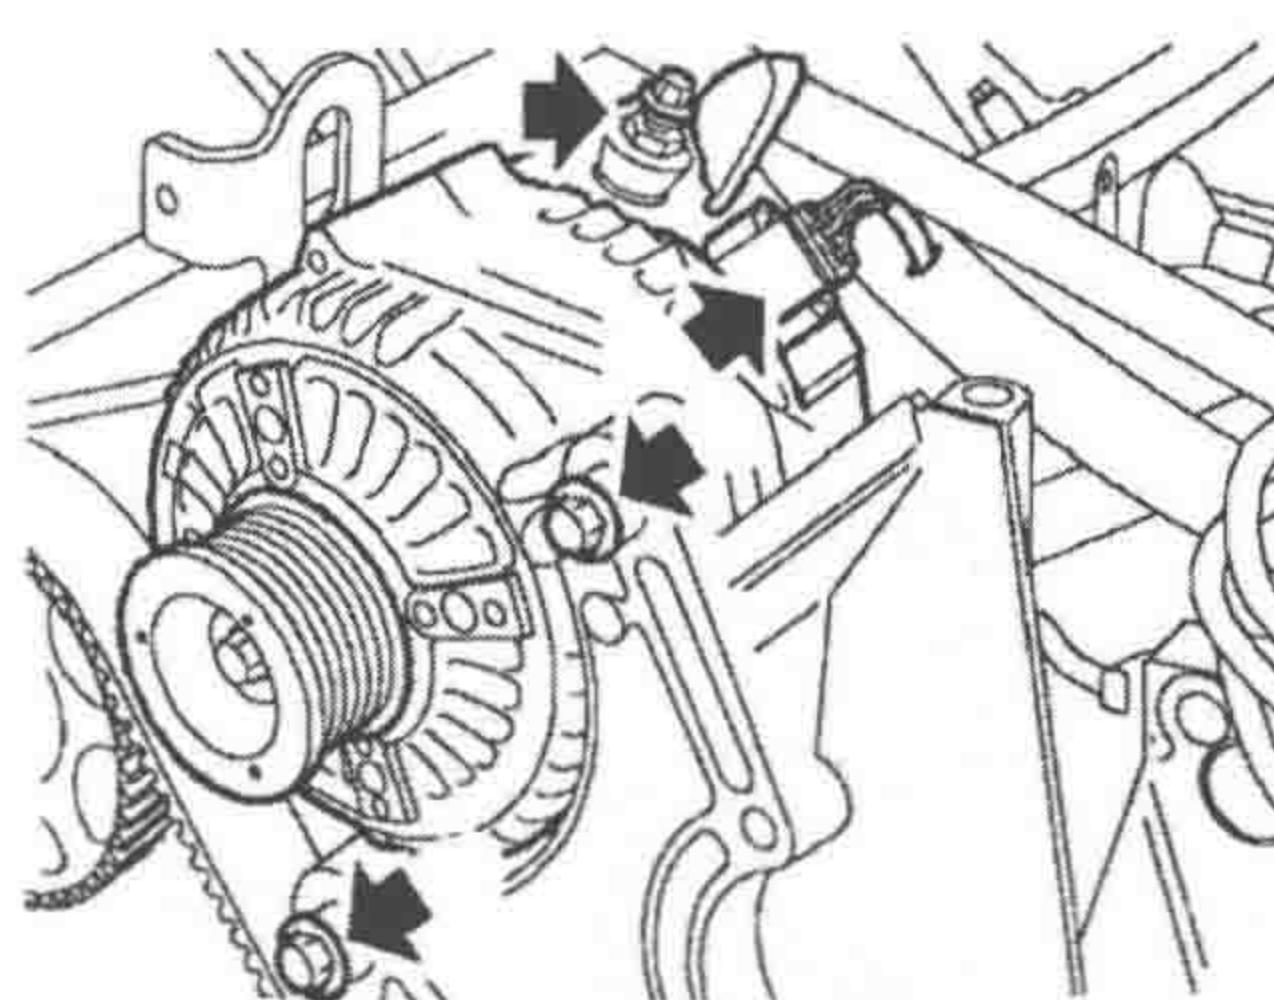

图 1-2-4 松开软盖
- ⑪ 松开连接发电机和蓄电池的导线接线端的软盖，如图 1-2-4 所示。